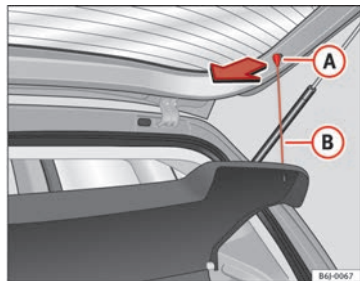

Abb. 89 Hutablage
- Hängen Sie die Streben ⇒ Abb. 89 (B) aus den Aufnahmen (A) aus.